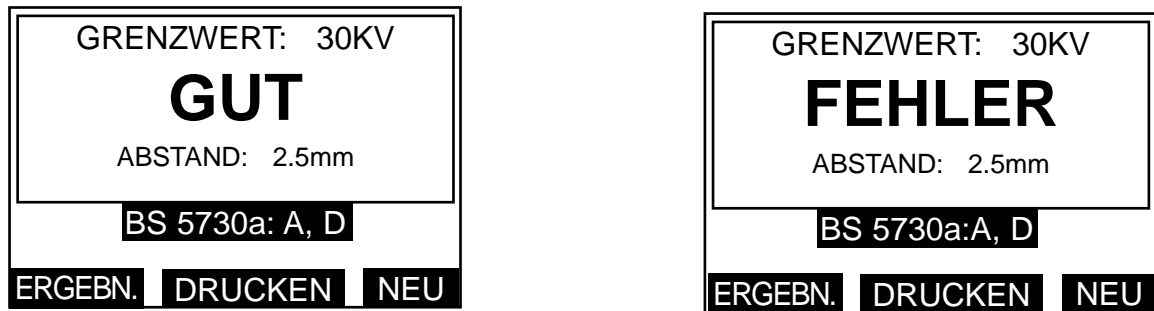

Abbildung 67a. Anzeigen für gute und fehlerhafte Ölproben. Abbildung 67b
7. Der Ablauf der weiteren Schritte richtet sich nun nach den Ergebnissen des ersten Tests. Wenn dieser erfolgreich war, finden keine weiteren Tests statt. Die Anzeige erscheint wie in Abbildung 67a dargestellt.
13. Wenn der dritte Test erfolgreich war, erscheint die Anzeige wie in Abbildung 67a dargestellt. Ein nicht erfolgreicher Test bewirkt eine Anzeige wie in Abbildung 67b dargestellt, und weitere Tests werden nicht durchgeführt.